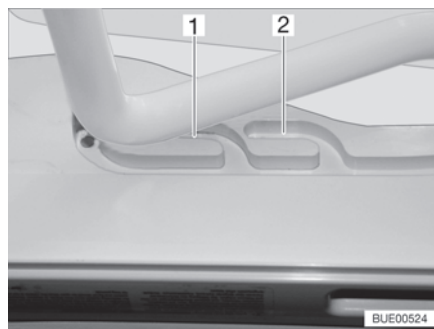
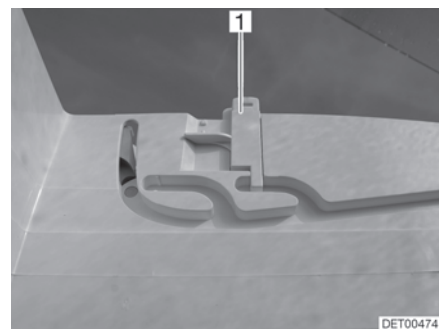

Fig. 81 Claraboya Heki en posición de ventilación
Fig. 82 Bloqueo de la posición de ventilación
La claraboya Heki se puede colocar en dos posiciones de ventilación: Posición de mal tiempo (Fig. 81,1) y posición mediana (Fig. 81,2). Según el modelo, la claraboya podrá ser bloqueada en la posición central con los dos pestillos (Fig. 82,1) a la izquierda y la derecha en el marco de la claraboya.
- Presionar el estribo ligeramente hacia arriba y empujarlo en la guía seleccionada (Fig. 81,1 ó 2) y, si fuera necesario, bloquearlo.